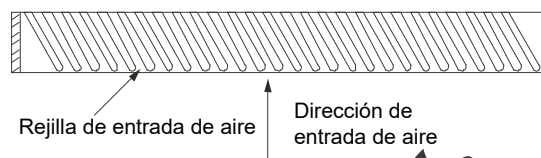

Figura 3.10
- 2) De lo contrario, puede aumentar el ruido. La Figura 3.10 muestra el método incorrecto de fabricación de la rejilla de entrada.